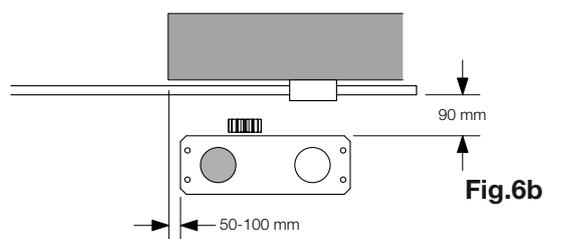

Fig.6b
- Fig. 6b installazione con motore a destra